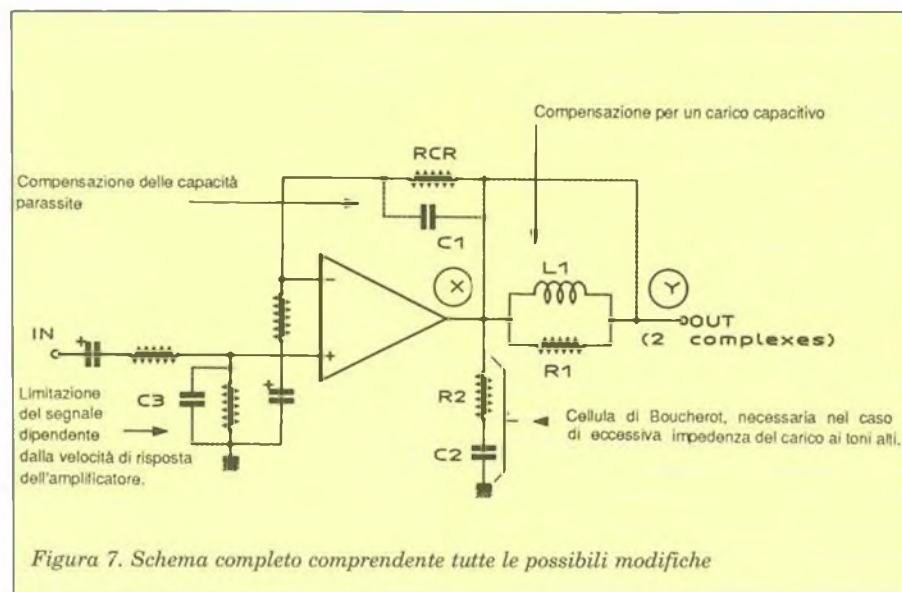

Figura 7. Schema completo comprendente tutte le possibili modifiche
Ecco perché suggeriamo lo schema di Figura 7, che riassume la serie completa delle non linearità che si possono aggiungere alla risposta dell'amplificatore a mosfet. Si lavora con segnali ad onda quadra, ad un livello di potenza corrispondente all'ascolto abituale dell'utilizzatore:
- A questo punto, si può trovare il punto ideale di controreazione all'uscita di R_c : il pilotaggio dell'asse X può essere commutato all'asse Y, se il risultato risulta migliore sull'oscilloscopio. C_{19} (C_1 in Figura 7) deve essere comunque montato, come già detto. Dissaldare ora il terminale d'uscita R_c , che nell'amplificatore corrisponde a R_{37} , e collegarlo con un filo all'uscita altoparlante (punto Y della Figura 7). Tanto per farsi un'idea, noi non abbiamo provato questa configurazione ed abbiamo lasciato la controreazione in X, con L_1 inalterata ed R_1 da 2,2 $\Omega/16 W$ (carico 8 $\Omega + 0,1 \mu F$).
- In caso di necessità, si può collegare la cellula di Boucherot (R_2 e C_2 , in Figura 7) al punto X, eventualmente al punto Y; si può anche disporre una su ciascun punto. Si tratta di un carico sup-